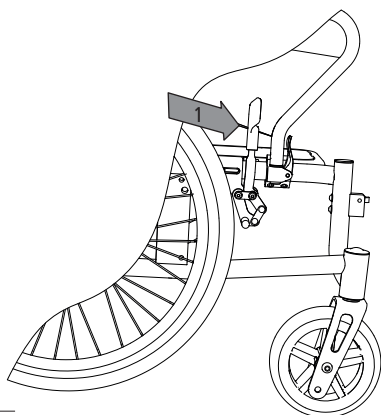

fig. 19
1. Parkeringsbremsen (dækbremse) bruges ved stilstand. For at gøres dette skubbes håndtaget fremad (1, fig. 19), indtil det stopper af sig selv. Nu står kørestolen sikkert. Du kan bevæge dig i kørestolen, eller bare lad den stå parkeret.